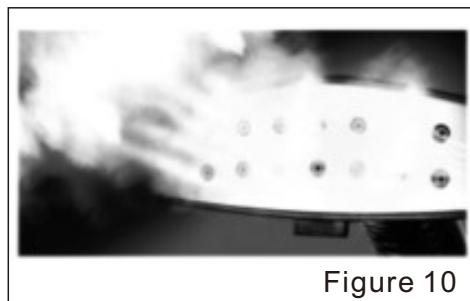

Figure 10
- ⑨ Ouvrez l'interrupteur en tournant , l'indicateur s'allume, cela indique le bon fonctionnement de l'appareil, Après environ 43 secondes de temps de chauffe, l'unité commencera à produire une vapeur de la buse de vapeur, vous pouvez repasser des vêtements, voir la figure 10 .